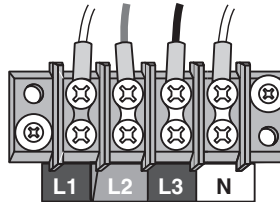

Figure 7 - Bornier des fils de ligne
1. Les connexions de ligne sur le terrain sont faites sur le bornier de l'UMM (montré à la figure 7). Le couple de serrage maximal approuvé pour ce bornier Molex est de 12 po-lb.
5. Pour effectuer les connexions au bornier de l'UMM (exemple à la figure 7), dénuder les fils sur environ 0,3 po (7,5 mm) et les raccorder aux bornes appropriées. Les raccords devraient être solides, mais pas trop serrés, puisqu'ils pourraient comprimer et affaiblir les conducteurs.